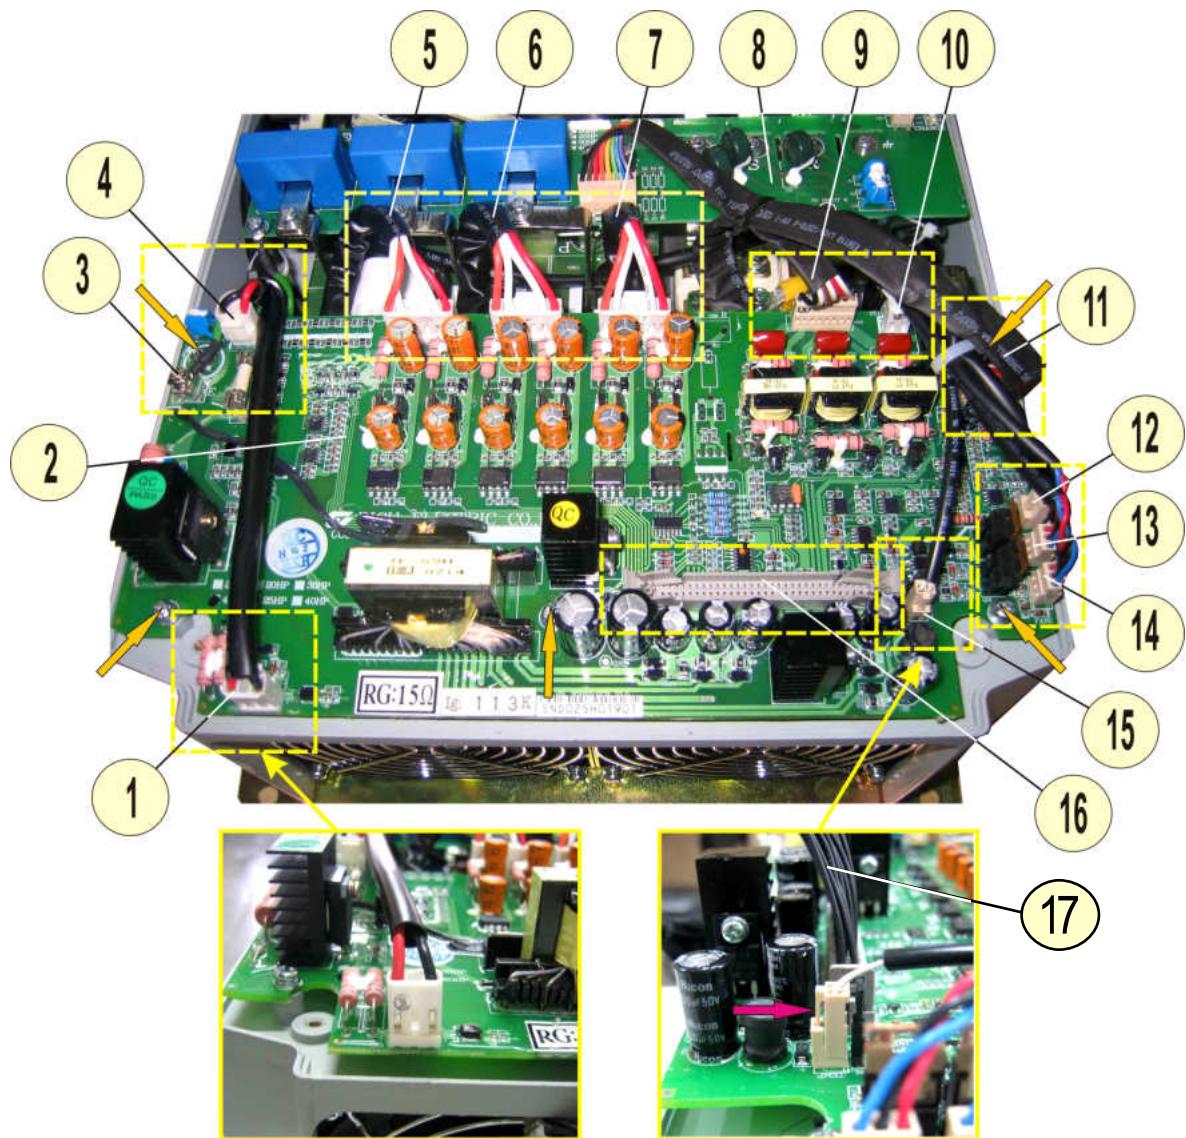
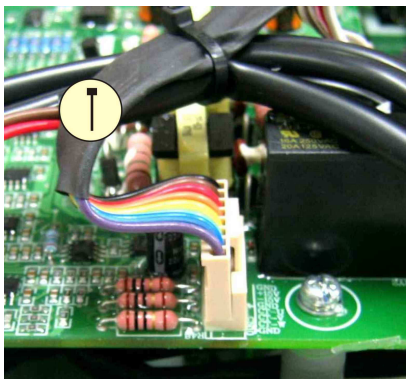
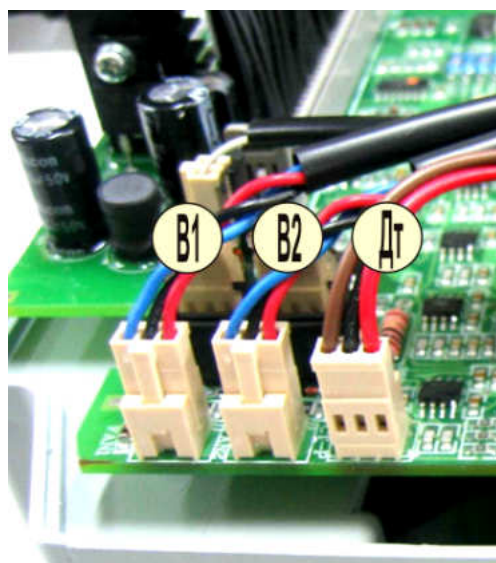
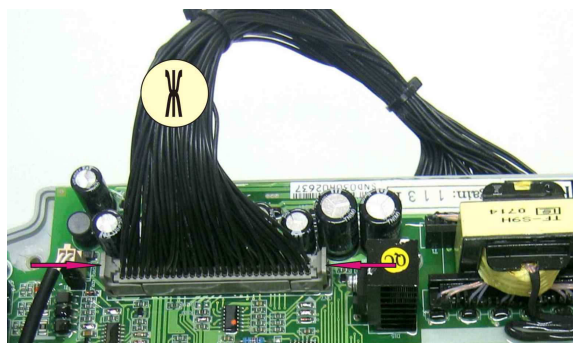

Рис. 7.25
Рис. 7.26
Рис. 7.27
Рис. 7.29
7.13.1. Взять плату драйверов (табл.1.4, поз.1, рис.7.25, поз.2).
7.13.2. Проложить жгуты вентиляторов 13, 14 и жгут термодатчика 15 под платой драйверов. Вывести жгуты между платой варисторов 8 и платой драйверов 2 (рис.7.25).
7.13.3. Установить плату драйверов в корпус ПЧ, совместив крепежные отверстия в плате с резьбовыми отверстиями стоек средней части корпуса. Закрепить плату пятью винтами (желтые стрелки на рис.7.25).
7.13.4. Проложить жгут контроля предохранителя над платой 2. Соединить двухконтактную розетку жгута контроля предохранителя с разъёмом CN5 на плате (рис.7.25, поз.1).
7.13.5. Соединить кольцевой наконечник провода заземления с клеммой E на плате 2 и закрепить винтом M3,5x6 с невыпадающей шайбой (рис.7.25, поз.3).
7.13.6. Вставить двухконтактную розетку жгута питания платы драйверов в разъём CN4 на плате 2 (рис.7.25, поз.4).
7.13.7. Вставить розетки жгутов управления IGBT в разъёмы CN1, CN2 и CN3 на плате 2 (рис.7.25, поз.5, 6 и 7).
7.13.8. Вставить розетку жгута управления диодно-тиристорными модулями в разъём CN9 на плате 2 (рис.7.25, поз.9).
7.13.9. Вставить двухконтактную розетку провода предзаряда в разъём TB1 на плате 2 (рис.7.25, поз.10).
7.13.10. Проложить жгут токовых датчиков над платой и жгутами вентиляторов (рис.7.25).
7.13.11. Соединить розетку жгута токовых датчиков с разъёмом CN10 на плате 2 (рис.7.25, поз.11; рис.7.26).
7.13.12. Подключить жгут датчика тока шины «+» к разъёму CN8 (рис. 7.25, поз.12; рис.7.27).
7.13.13. Подключить жгуты вентиляторов к разъёмам FAN1 и FAN2 (рис. 7.25, поз.13, 14; рис.7.27).
7.13.14. Подключить жгут датчика температуры к разъёму TEMP на плате (рис. 7.25, поз.15).
7.13.18. Отжать в стороны боковые фиксаторы разъёма CN7 на плате 2 (рис. 7.25, поз.16).
7.13.19. Вставить розетку жгута платы ЦП в разъём CN7 на плате драйверов2 (рис. 7.25, поз.16; рис.7.29), приложив рукой усилие вниз до щелчка фиксаторов (рис. 7.29).